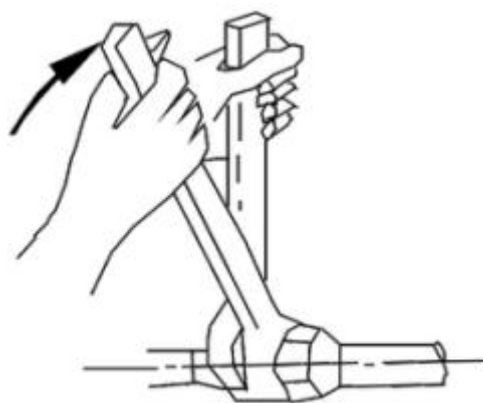

Figura 6
- Ao conectar os tubos de entrada e saída de água, use duas chaves para fixar as partes dos tubos e certifique-se de que os tubos de entrada e saída de água não foram torcidos (veja a Figura 6).